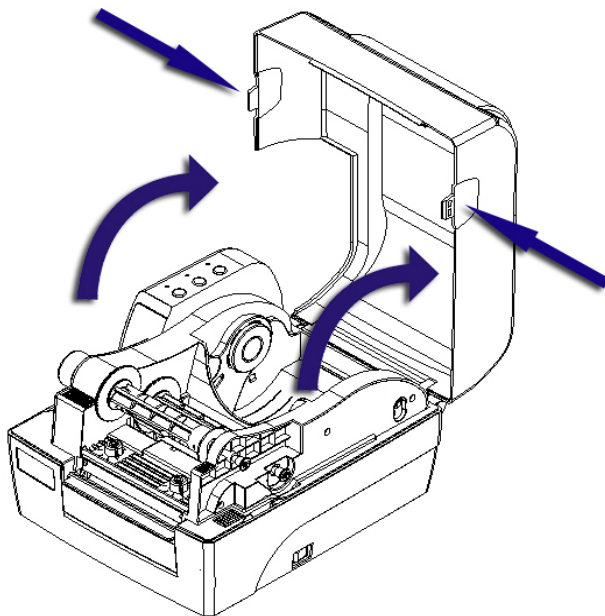

图 5.5-1
- 1) 双手推动图示位置向上翻，打开打印机的上盖（见图 5.5-1）；